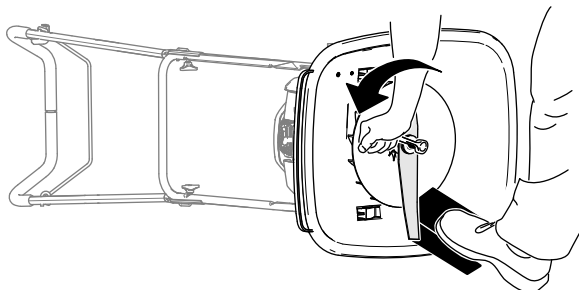

Figur 29
5. Bruk skrunøkkelen som følger med maskinen, til å fjerne kniven ved å rotere knivbolten mot klokken (Figur 29).